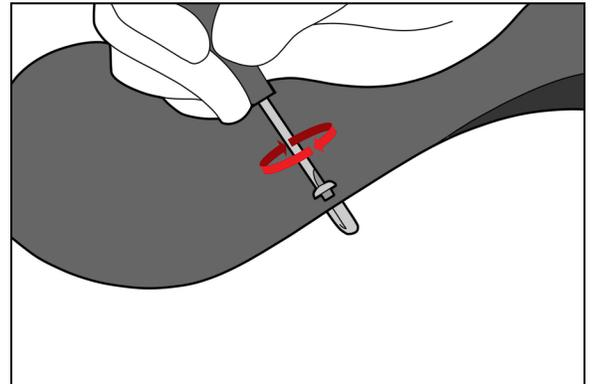

Fig. 8
4. Stringere la vite usando un cacciavite a lama piatta da 1/8" fino a quando non è ben stretta. (Fig. 8).